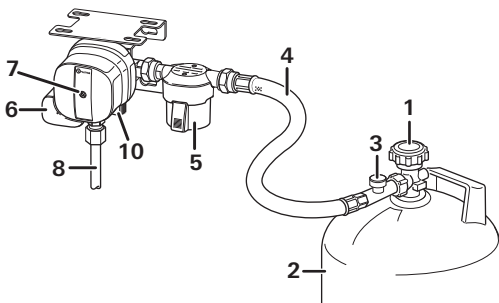

Bild 1a
- Die Gasflasche (2) anschließen und den einwandfreien Zustand des Schlauchanschlusses sicherstellen.
- Flaschenventil (1) öffnen.
- Die Schlauchbruchsicherung (Bild 1a – 3) am Hochdruckschlauch ungefähr 5 Sekunden lang kräftig drücken.
- Ist der gelbe Resetknopf (7) nicht gedrückt (Stellung „nicht betriebsbereit“), den Crashsensor zurücksetzen.
- Ventil (1) der leeren Gasflasche (2) schließen.
- Hochdruckschlauch (4) von der Gasflasche (2) abschrauben bzw. falls vorhanden, Aufsteckadapter abnehmen.
- Ventil (1) der vollen Gasflasche öffnen.
- Schlauchbruchsicherung (Bild 1a – 3) drücken und gegebenenfalls gelben Resetknopf (7) drücken, leicht im Uhrzeigersinn drehen und 5 Sekunden halten.
- Länderspezifischen Hochdruckschlauch (4) am Eingang Gasfilter (5) / MonoControl CS und an die Flasche (2 / bzw. am Aufsteckadapter) anschrauben.
- Das Flaschenventil (1) öffnen.